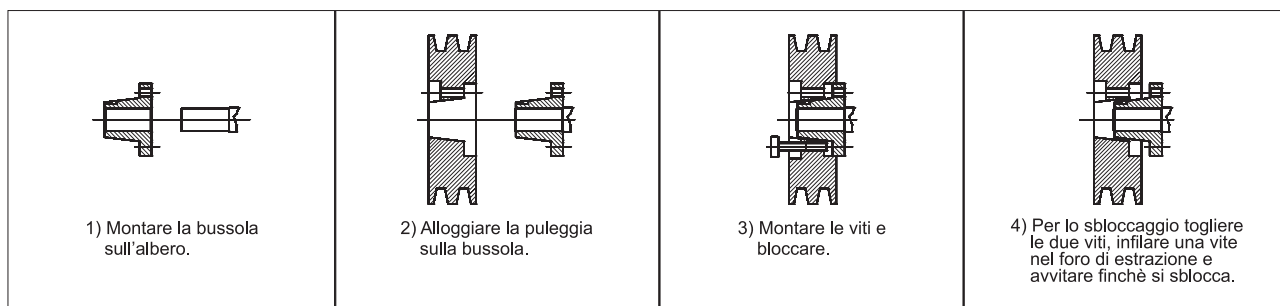

FIG. 21 (Montaggio delle pulegge)
5.6.3- Montaggio del motore elettrico (Esecuzione 12 - 9 Sistemazione 11D - 14D) (FIG. 21)
Avvitato il motore elettrico si procede con il corretto montaggio delle pulegge (v. istruzioni di montaggio FIG. 21).